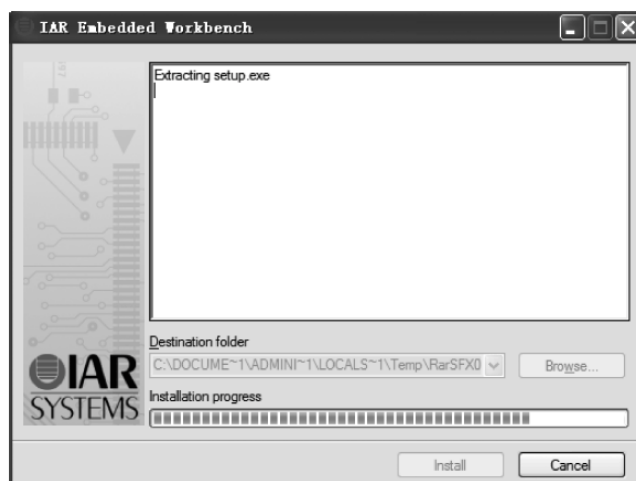
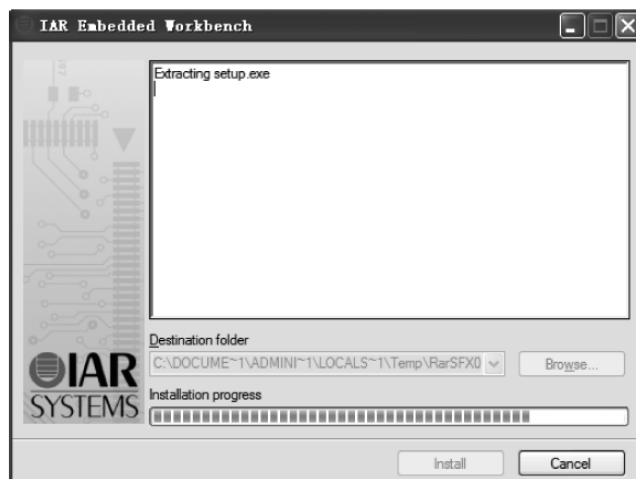

图 2.2 开始安装
图 2.3 下一步安装
(1) 进入安装页面，单击 Install 按钮，开始安装，如图 2.2 和图 2.3 所示。